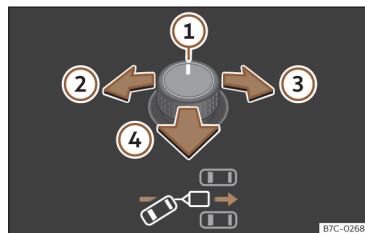
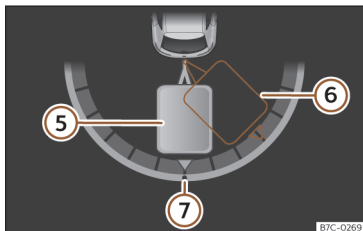

Fig. 142 Commande rotative des rétroviseurs extérieurs : régler l'angle de la remorque.
Fig. 143 Afficheur du combiné d'instruments : faire marche arrière.
Légende de la >>> **fig. 142**, >>> **fig. 143**:
- Faites basculer la commande rotative jusqu'à la direction voulue >>> **fig. 142**. L'écran du combiné d'instruments affiche à titre d'information une représentation de l'ensemble du véhicule tracteur et de la remorque dans sa position actuelle >>> **fig. 143**.